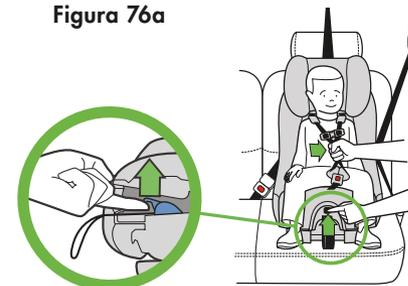

Figura 77
- Empuje hacia arriba la lengüeta de ajuste del arnés y al mismo tiempo tire hacia afuera del arnés de los hombros como se muestra en la **Figura 77**.